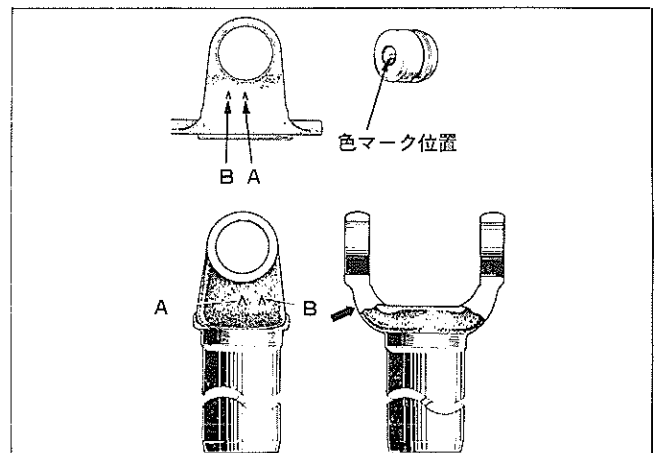

図9-9 識別マーク
- (1) 図9-9の④位置のA マークの有無はマーク打刻側の穴①の内径寸法を、③位置のA マークの有無はマークと反対側の穴②の内径寸法をそれぞれ示す。
- (2) スパイダ ベアリング, スリーブ ヨーク, フランジ ヨーク, プロペラ シャフトのうちいずれかを交換する場合には、表9-5に従い組み合せる。